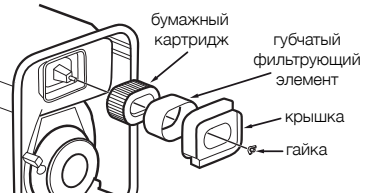

Рис. 13
- снять крышку фильтра, отвернув гайку (см. рис. 13);